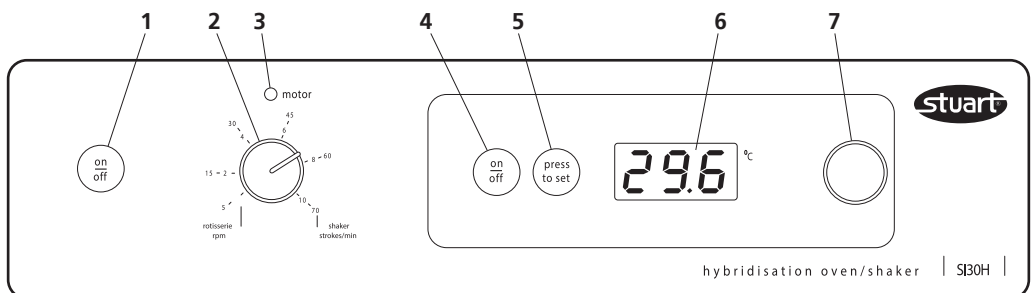

Abbildung 3: Vorderseitige Steuerelemente
- 3.1 Die Steuerungen für die Inkubortemperatur befinden sich auf der rechten Seite der Steuerkonsole (Abbildung 3, Nummern 4 bis 7).
- 5.6 Die Drehzahlsteuerungen befinden sich auf der linken Seite der Steuerkonsole (Abbildung 3, Nummern 1 bis 3). Die Rotisserie / den Rüttler durch Druck auf den Ein/Aus-Schalter (1) einschalten. Daraufhin sollte die rote Anzeigelampe (3) über dem Drehzahlwahlschalter (2) aufleuchten.